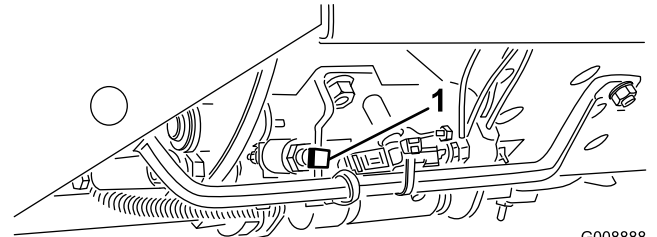

図 23
**重要** 刈り込み速度は、出荷時に 9.7 km/h に調整されています。ストップねじ 図 23 の調整で速度を上げることができます。